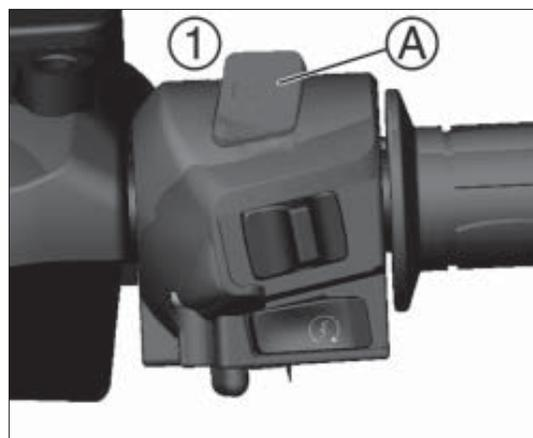

fig. 3
1. enfoncer la commande d'arrêt moteur A fig. 3 en position 1, en laissant la clé de contact à sa place ;